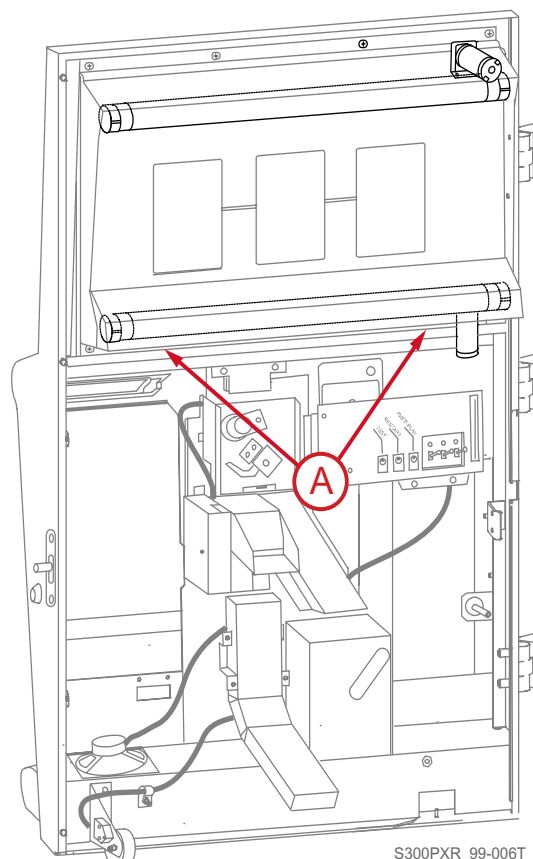

Figura 6.10.a Tuercas de fijación del protector del fluorescente inferior.
- 4) Coloque el protector del fluorescente y fíjelo apretando las dos tuercas señaladas en la *Figura 6.10.a*.